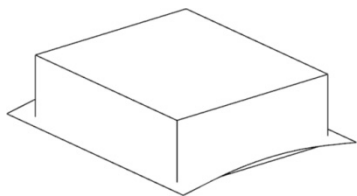

图 2-9 分型面比工件稍大
(21) 拖动分型面上的控制点，使分型面稍大于工件，如图 2-9 所示，单击“确定”